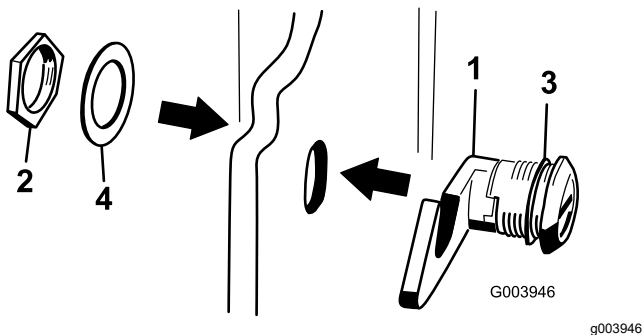

Figure 5
3. Retirez l'écrou du loquet de capot (Figure 5).
4. À l'extérieur du capot, insérez le côté en crochet du loquet dans le trou du capot en vérifiant que la rondelle d'étanchéité en caoutchouc reste à l'extérieur du capot (Figure 5).